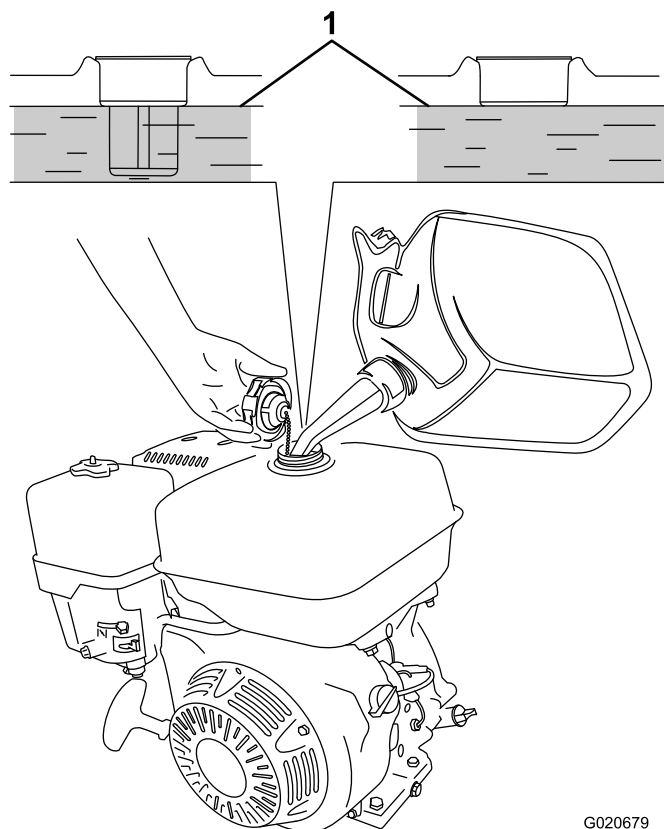

Figura 23
3. Añada combustible al depósito de combustible hasta que el nivel llegue al borde inferior del nivel máximo de combustible, según se muestra en Figura 23.